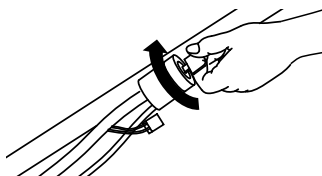
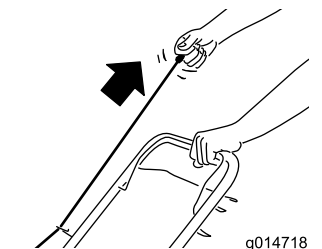

Figure 16
Figure 17
2. Insérez la clé dans le démarreur électrique (selon l'équipement) et tournez-la ; voir Figure 16) ou tirez la poignée du lanceur (Figure 17).